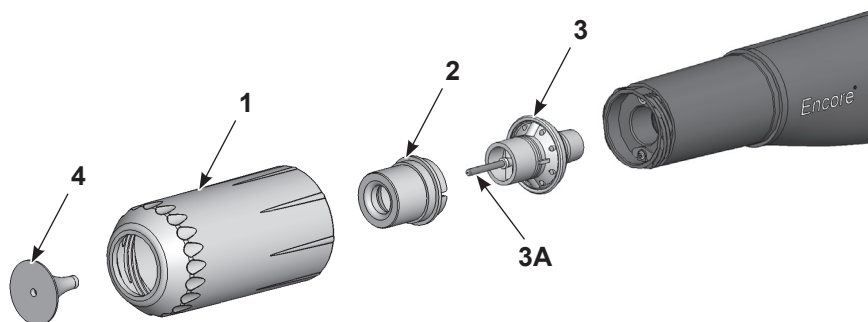

Рис. 9 Замена дополнительных отражателей и конических форсунок
1. См. Рис. 9. Для замены отражателя (4) его необходимо осторожно снять с узла электрода (3). Если заменяется только отражатель, поставить новый отражатель на узел электрода, соблюдая осторожность, чтобы не погнуть провод электрода.
2. Для замены форсунки в сборе отвернуть гайку форсунки (1) против часовой стрелки.
3. Снять коническую форсунку (2) с узла электрода.